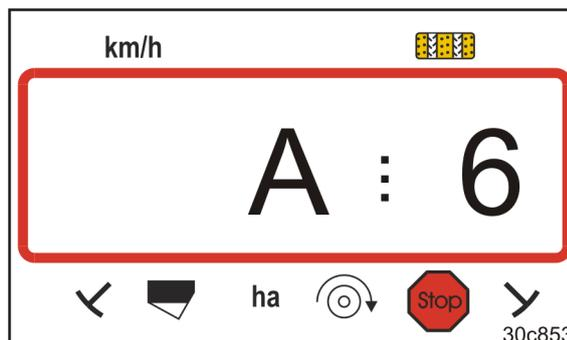

Fig. 32
- un message s'affiche (Fig. 32)